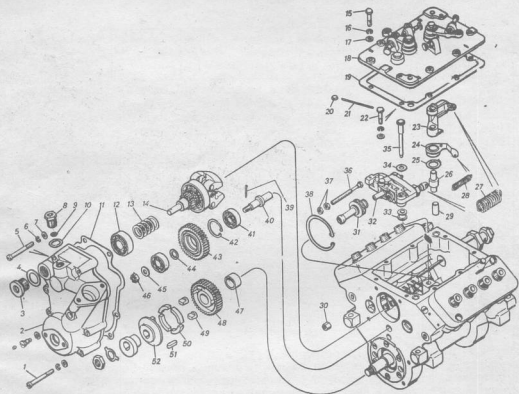

Рис. 4. Регулятор частоты вращения:
21. Отрегулировать величину запаса хода реек. Регулировку производят подбором прокладок 11 (рис. 4) между задним подшипником 12 регулятора и ведомой шестерней. При уменьшении прокладок запас хода реек увеличивается, при увеличении уменьшается.